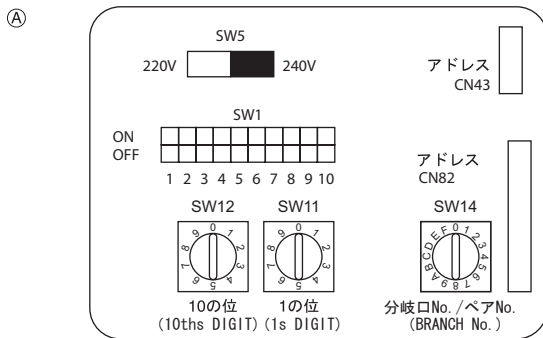

Fig. 5-5
5.5. Ρύθμιση διευθύνσεων (Fig. 5-5)